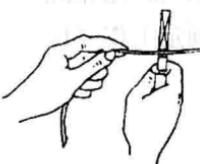

图 1-6 钳切钢丝
(4) 钳切钢丝。使用钢丝钳铡切钢丝时，需用铡口，操作方法如图 1-6 所示。